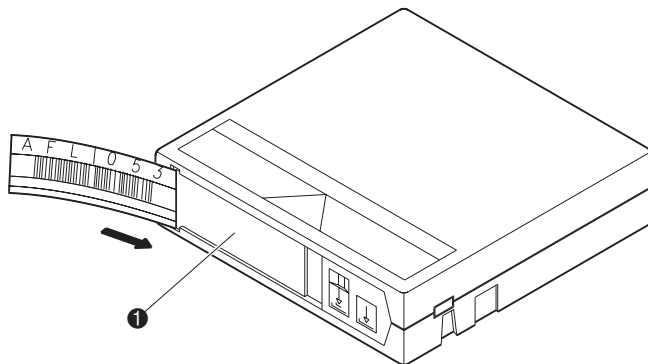

Figure 2-7 : Insertion d'une étiquette à code-barres (cartouche DLT illustrée)
Pour les cartouches DLT et SDLT, placez l'étiquette sur l'ouverture d'insertion (❶ figure 2-7) à l'avant de la cartouche.